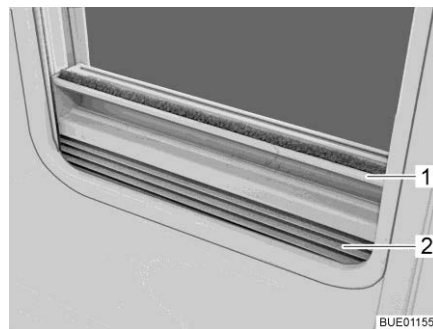

Fig. 65 Dispositif occultant plissé
- Fermer : ■ Saisir le dispositif occultant plissé (Fig. 65,2) par le centre de la barre-poignée (Fig. 65,1), le tirer du bas vers le haut et le relâcher à la hauteur voulue. Le dispositif occultant plissé reste alors à cette hauteur.